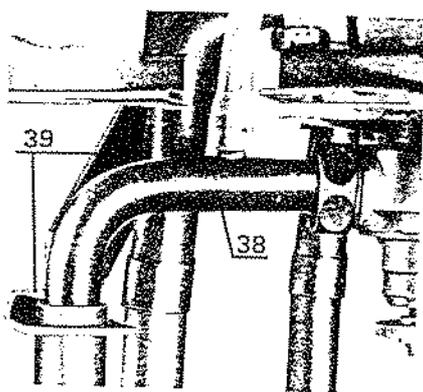

Fig. 15
A cet effet, il est livré avec la chaudière une douille de jonction Ø 14-1 (38) (fig. 15) et une patte de positionnement (39) (fig. 15) de la canalisation de vidange. Cette douille de jonction ne doit en aucun cas être soudée sur la canalisation de vidange. L'orifice d'écoulement doit être laissé à l'air libre. Ne pas oublier de brancher le tube plastique du dégazeur sur le marmelon brasé de la douille de jonction.